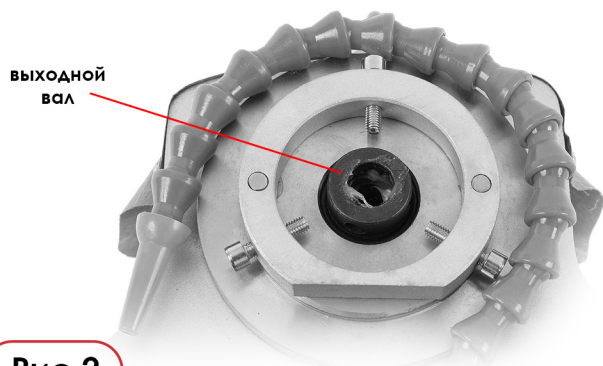

Рис.2
3. Подготовьте универсальный электродвигатель к установке, смазав его выходной вал машинной смазкой (Рис. 2).